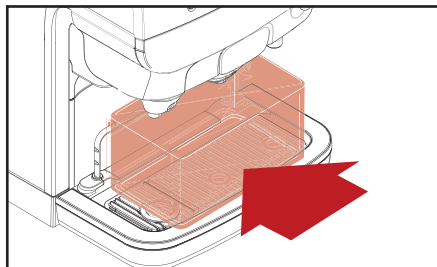

Fig. 5.7 - Placez le récipient
8. Placez le récipient (fig. 5.7) sous les conduits de produits et appuyez pour commencer à chasser.
8. Placez le récipient (fig. 5.7) sous les conduits de produits et appuyez ← pour commencer à chasser.